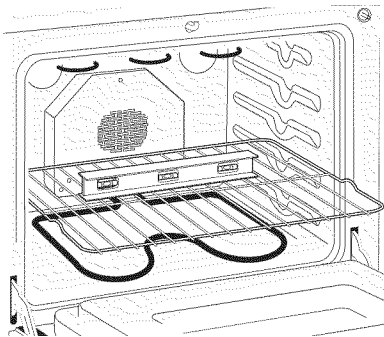

Figura 9
2. Ponga un nivel sobre la parrilla (vea figura 9). Tome dos lecturas con el nivel puesto diagonalmente en una dirección y después en la otra. Nivele la estufa, si es necesario, ajustando las 4 patas niveladoras con una llave de tuercas (Figura 10).